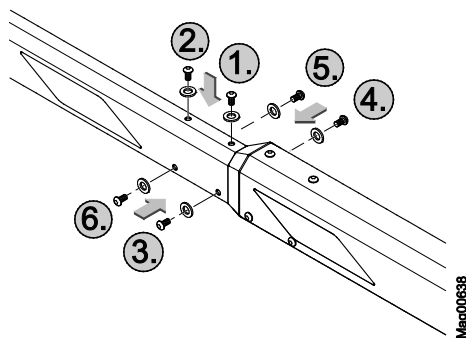

Рис. 27: Смонтировать маленький профиль
3. Затягивать болты согласно указанному порядку (см. Рис. 27).